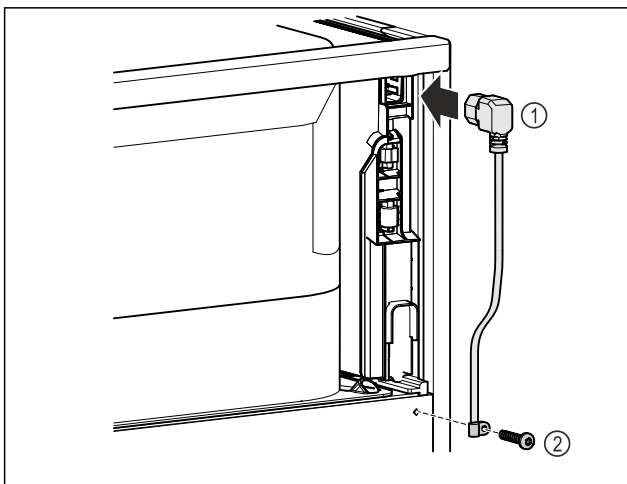

Fig. 8
- ▶ Kaltgerätekupplung der Netzanschlussleitung Fig. 8 (1) auf der Rückseite des Gerätes einstecken.
- ▶ Zugentlastung montieren. Fig. 8 (2)